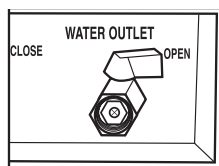

Fig. 2
3. Bien rincer la cuve, puis la vider en ouvrant la valve de vidange ("WATER OUTLET"), accessible lorsque le panneau de porte à l'avant de l'appareil est ouvert (Fig. 2).